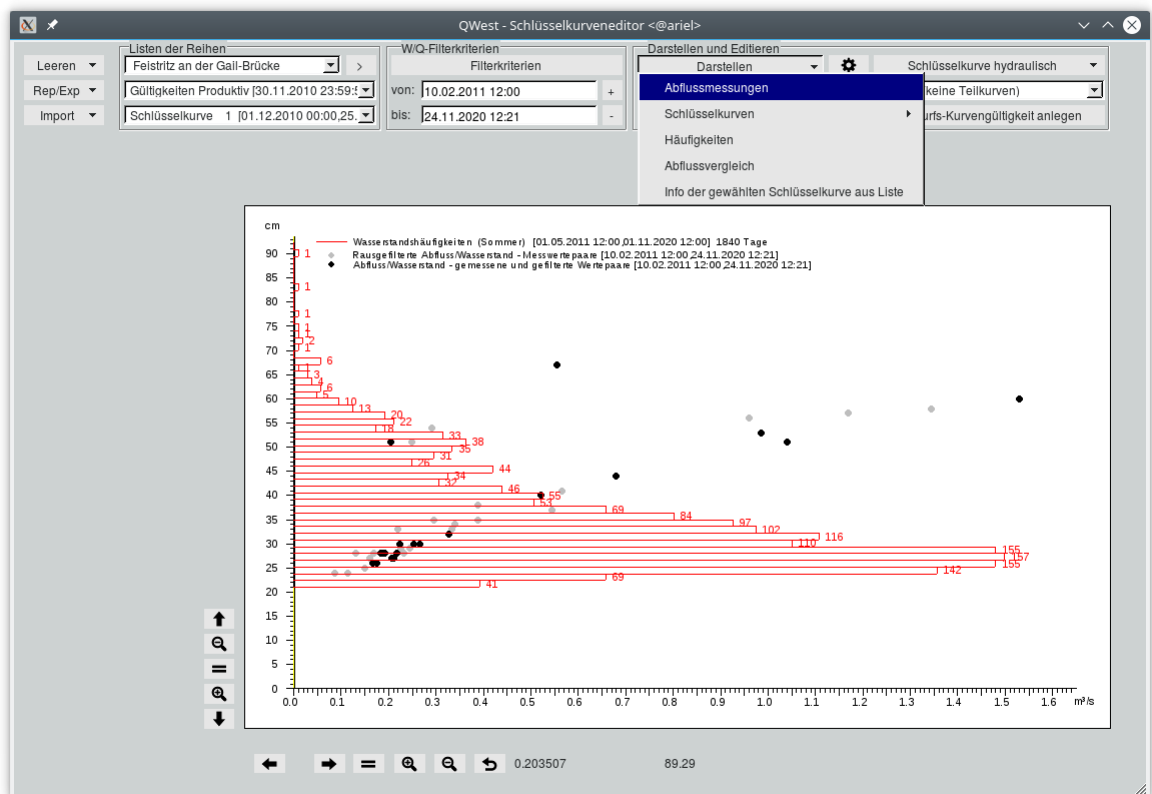

Abbildung 1.7: W-Q-Wertepaare der Abflussmessung, graue Wertepaare entsprechen nicht den Filterkriterien. Rot: Wasserstandshäufigkeiten.
- Häufigkeiten: zeigt die Häufigkeiten der Wasserstände, unterteilt in 50 Klassen. Die Berechnung erfolgt anhand der Tagesmittelwerte des Wasserstandes (siehe Abb.1.7)